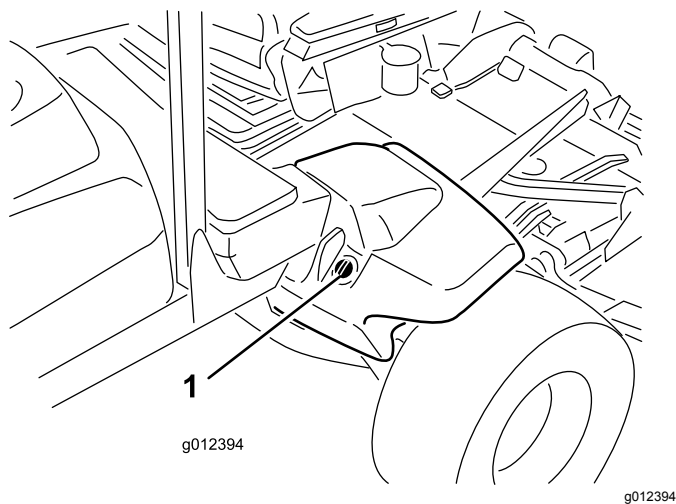

Figura 16
2. Pulite attorno al collo del bocchettone e del tappo del serbatoio idraulico (Figura 16). Togliete il tappo dal collo del bocchettone.